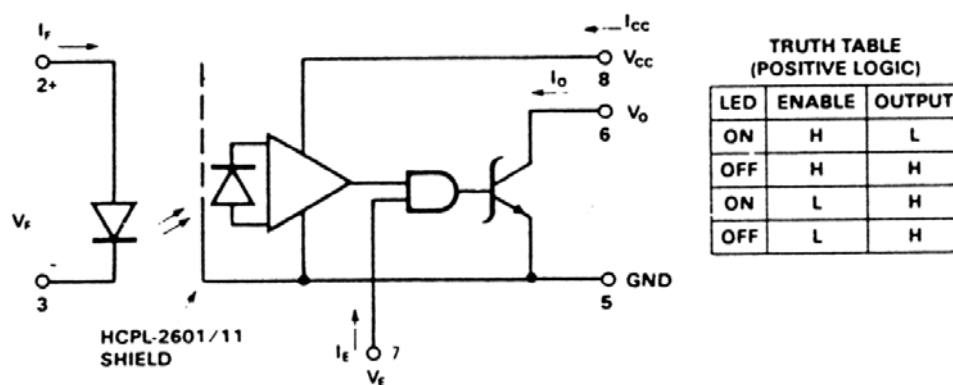

Abb. 5 Optokoppler (Quelle: Hewlett-Packard)
14. Wir lösen Aufgabe 13 erneut, und zwar unter Nutzung eines Optokopplers (Abb. 5). Geben Sie die erforderliche Beschaltung an und dimensionieren Sie die passiven Bauelemente. Optokoppler-Eingang: Flußspannung =  $1,7 V$ , Durchlaßstrom =  $20 mA$ . Optokoppler-Ausgang: Kollektorstrom =  $20 mA$ , Betriebsspannung  $+12 V$ , Speisespannung  $V_{CC} = +5 V$ .